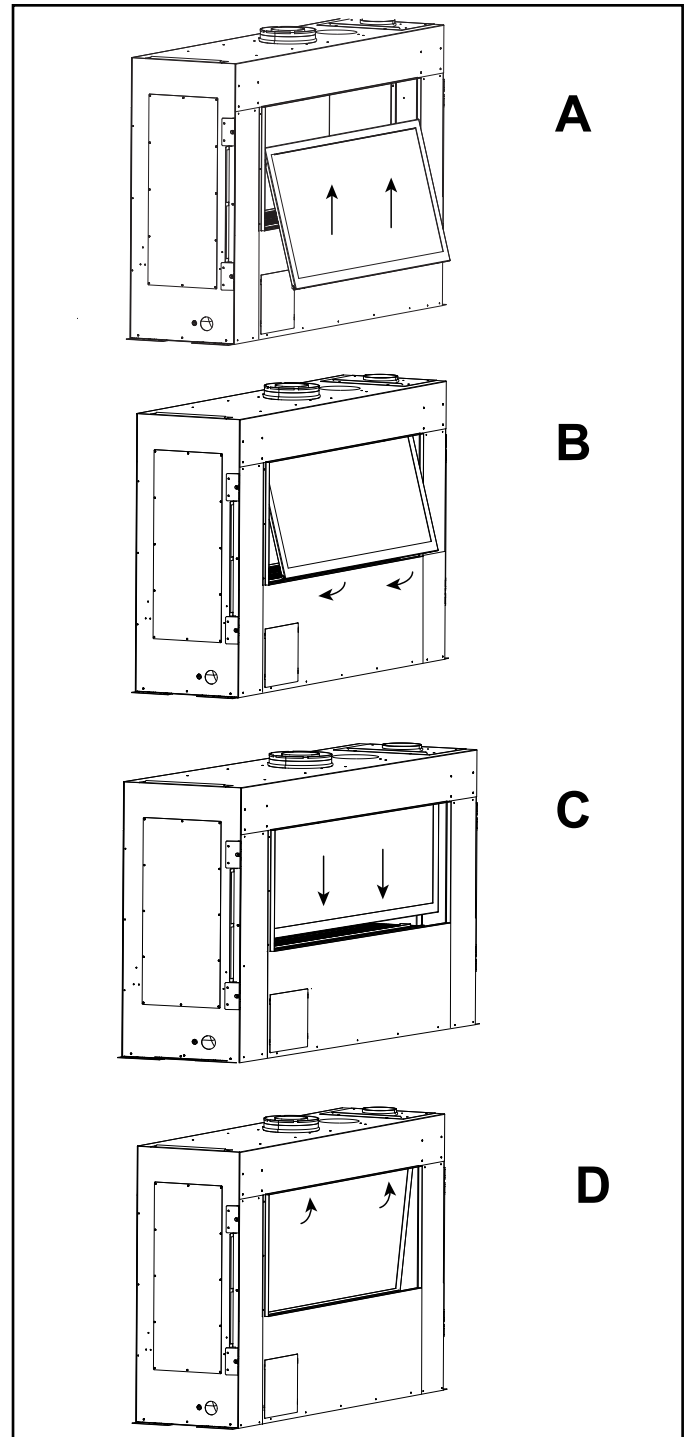

Figure 4.6 Remplacement de la vitre du foyer
1. Placez d'abord la partie supérieure de la vitre du foyer dans l'appareil. Inclinez le fond vers le foyer et placez la vitre dans le rail du cadre vitré en veillant à ce que l'ensemble soit centré de gauche à droite. Voir la figure 4.6.